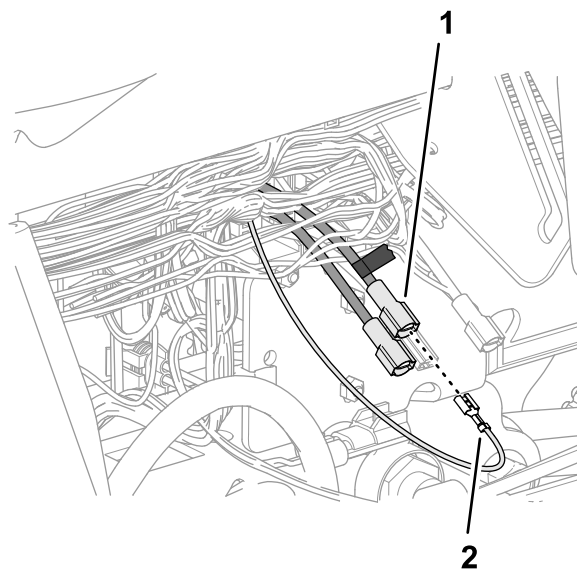

Рисунок 230
- Вставьте плоский разъем, отмеченный при выполнении пункта 4, в гнездовой разъем в конце розового провода длиной 51 мм из жгута проводов опрыскивателя из комплекта (Рисунок 230).